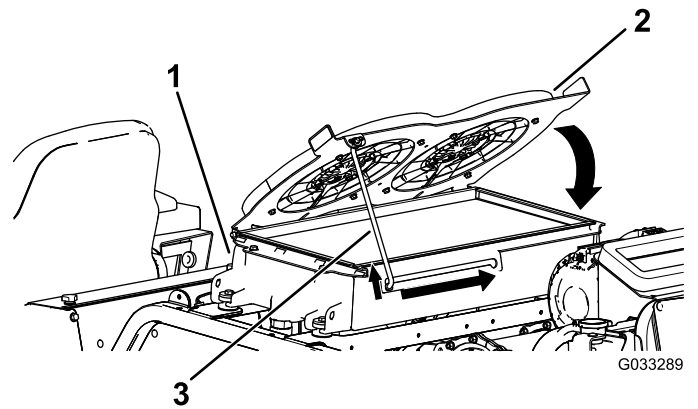

Bild 122
4. Drehen Sie die Hydraulikkühlventilatoren nach unten und arretieren Sie die Stützstange in der Kerbe (**Bild 122**).